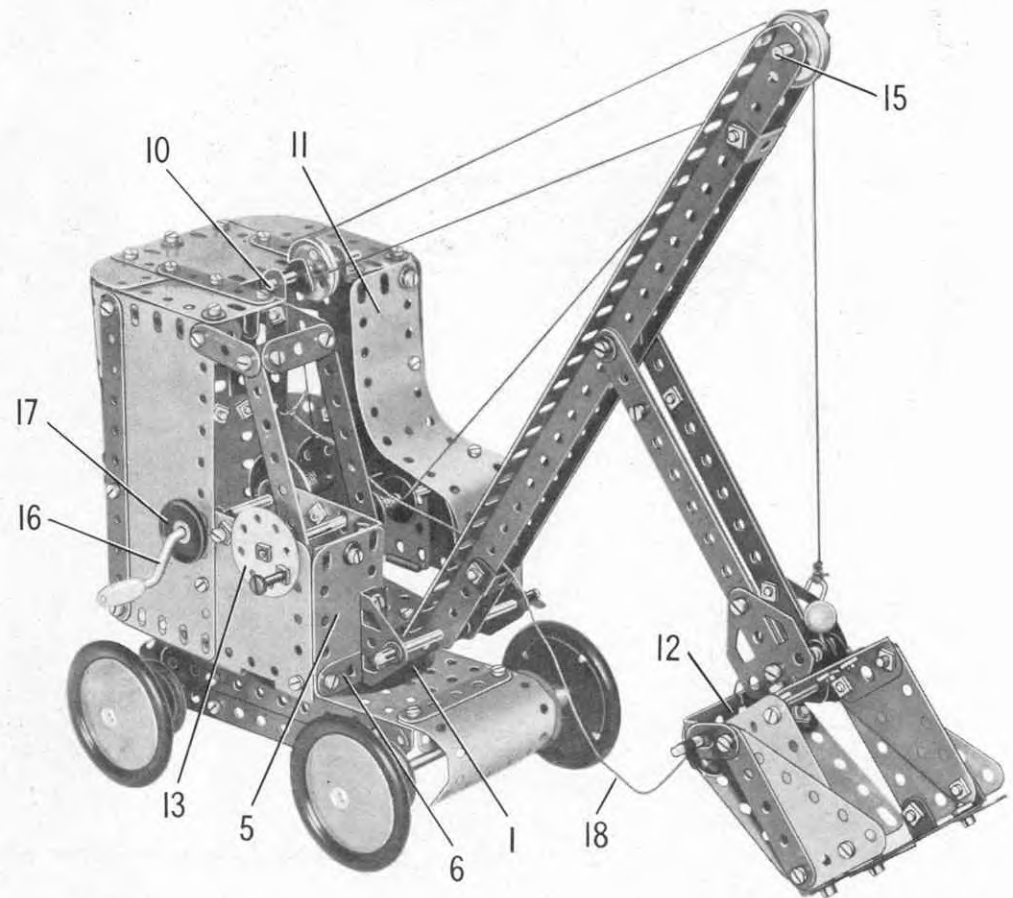

Fig. 5.12
Un disque de 35 mm. (13) (fig. 5.12) est fixé par un écrou sur une cheville fileté qui passe ensuite dans le côté de la cabine et qui porte un raccord de tringles. Une tringle de 9 cm. (14) passe dans la plaque flexible (8) et s'insère dans le raccord de tringles; une corde est attachée à la tringle entre les disques de 19 mm. comme le montre la figure. La corde passe autour d'une tringle de 2,5 cm. (15) tenue au sommet de la flèche par des clavettes, et elle est attachée à un petit crochet lesté. Le crochet est boulonné sur une équerre fixée sur la pelle.